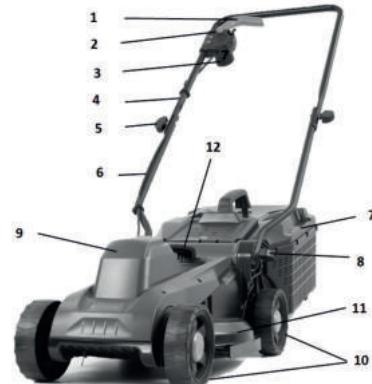

Рис.1
- Установите нижнюю часть рукоятки (6) через технологические отверстия на резьбовой штифт кронштейна корпуса с обеих сторон (Рис.1 и 2).
- Закрепите прилагаемыми гайками (8) (Рис.1 и 3);
- Совместите крепёжные отверстия нижней (4) и верхней рукоятки (6) и установите в них винты крепления с гайками (5) (Рис.1,4 и 4а). Затяните гайки для фиксации рукояток.
• Для включения изделия нажмите сначала кнопку блокировки (2) и не отпускайте ее, прижмите рычаг (1) выключателя к рукоятке (Рис.1 и Рис.9). Устройство запустится.